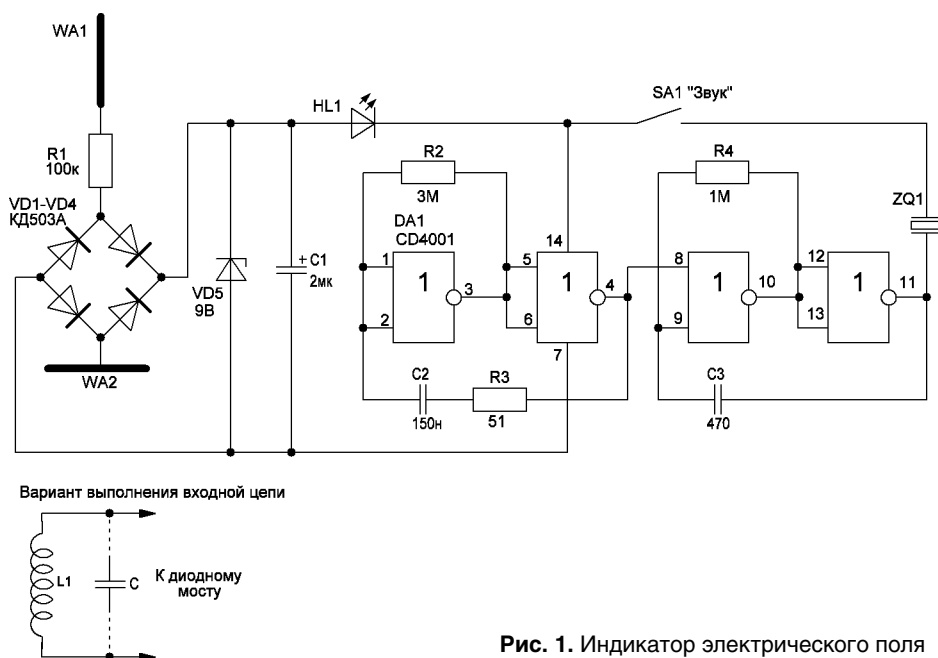

Рис. 1. Индикатор электрического поля
**Индикатор** электрического поля, **рис. 1**, предназначен для дистанционной индикации потенциально опасных для человека и технических устройств электрических полей. Устройство работает за счет электрической энергии, получаемой от антенн WA1 и WA2.